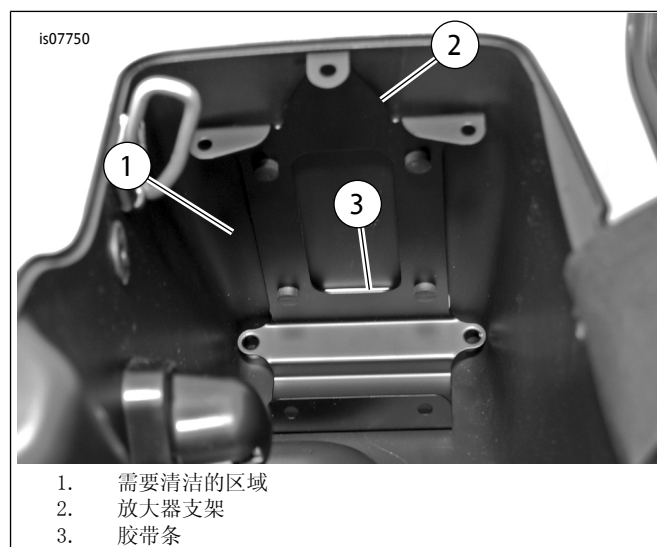

图6。安装放大器支架
- 参见图6。使用50%异丙醇和50%蒸馏水的混合剂对边箱内后表面和底部表面进行清洁。